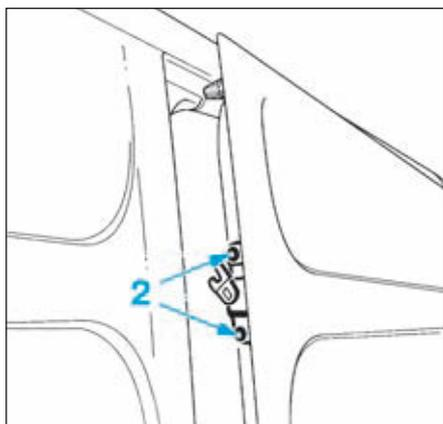

FIG.108
- Déposer les vis de fixation (2) (Fig.108) de la serrure supérieure.